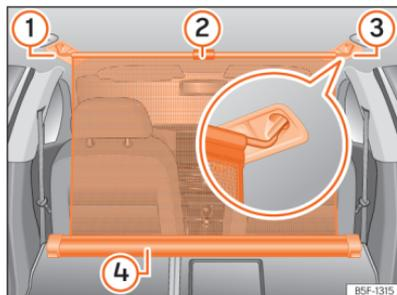

Abb. 187 Im Gepäckraum: eingehängte Netztrennwand bei vorgeklappter Rücksitzlehne.
- Ziehen Sie die Lasche »» [Abb. 187] ② nach oben, um das Netz aus dem Einsatz ④ zu nehmen.
- Hängen Sie das Trennnetz an der rechten oder linken Seite »» [Abb. 187] ③ (vergrößerte Darstellung) ein.
- Hängen Sie das Trennnetz an der Aufnahme der anderen Seite »» [Abb. 187] ① ein, indem Sie an der Stange ziehen.
Das Trennnetz ist richtig montiert, wenn die T-förmigen Enden sicher in den entsprechenden Aufnahmen »» [Abb. 187] ③ und ① eingehängt sind.
- Rollen Sie das Trennnetz in den Einsatz »» [Abb. 187] ④ ein, indem Sie es mit der Hand nach unten ziehen.